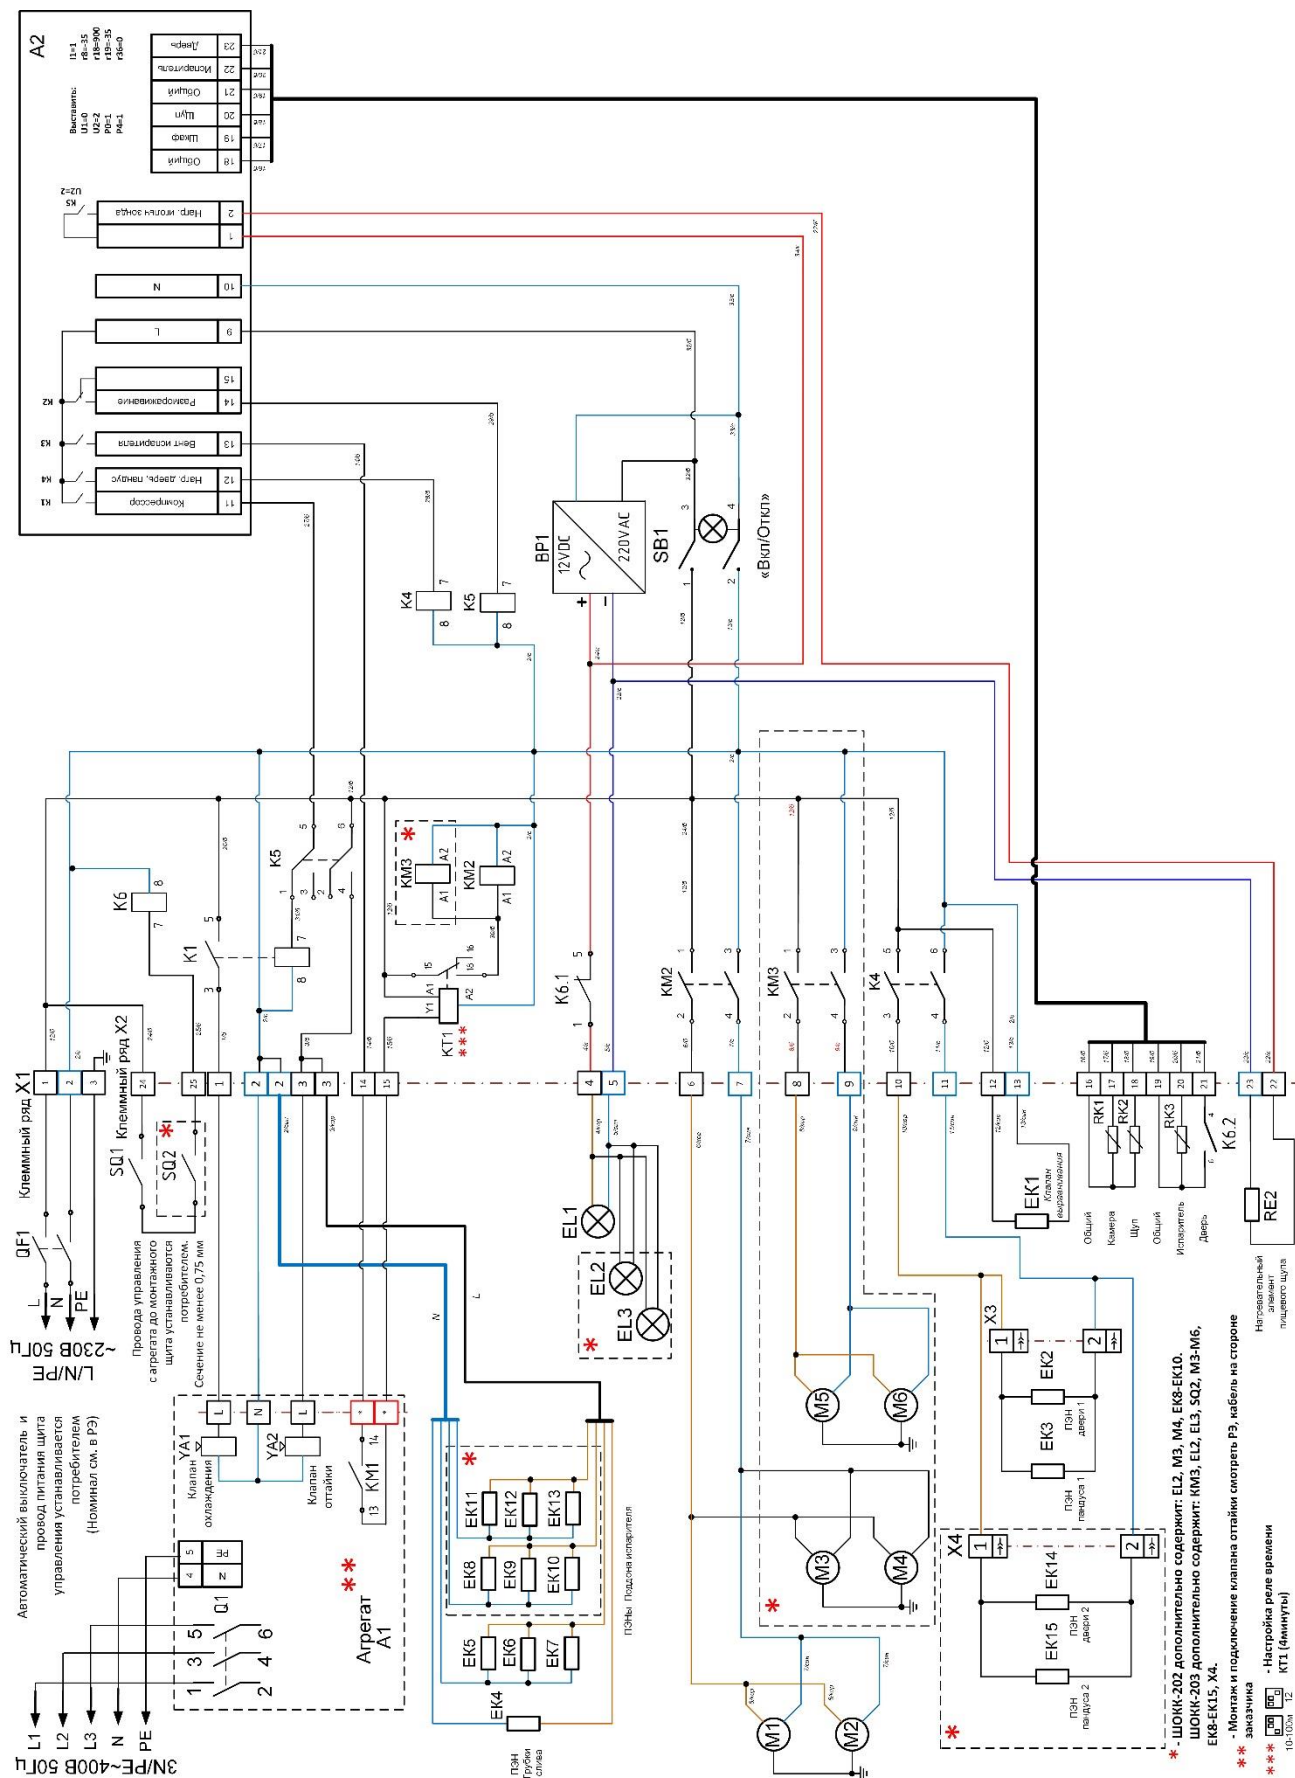

Рис. 31 Принципиальная электрическая схема камер ШОКК-201, ШОКК-201-01, ШОКК-202, ШОКК-202-01, ШОКК-203, ШОКК-203-01.
- установите новый шнур питания, аналогичный штатному шнуру питания (см. п. 7.4 настоящего Руководства), в соответствии со схемой на рис. 31.